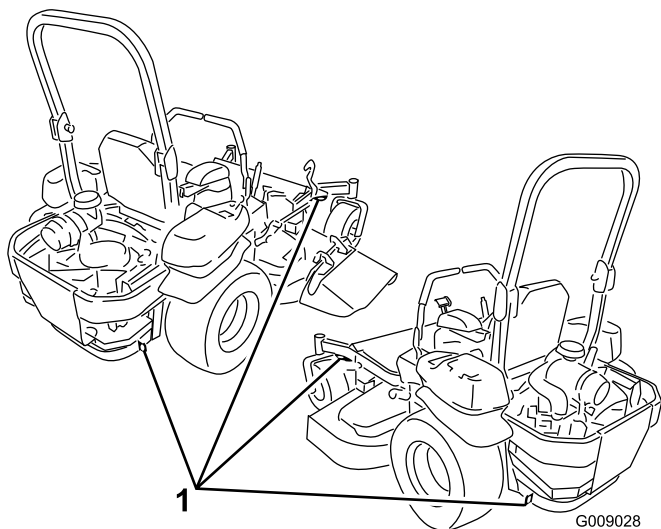

図 30
5. マシンにはロープ固定用のアイがついているので、チェーンやロープなどを使ってトラックやトレーラに機体をしっかりと固定する図 30